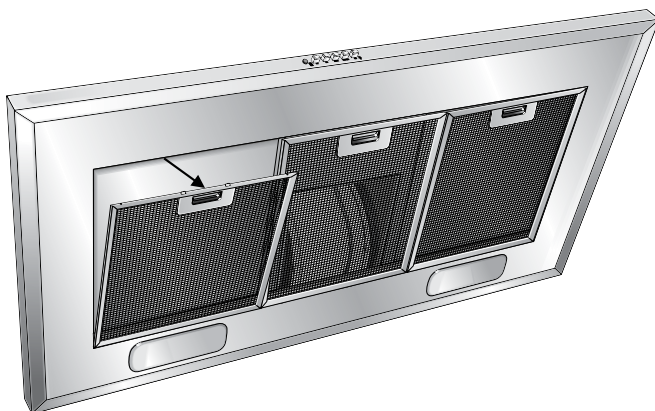

Fig. 1
- Per lo smontaggio agire sulle maniglie (Fig.1).
- To disassemble unscrew the fixing screw in the middle of the filter by means of a screwdriver. (Fig. 1)
- Pour le démonter, il faut dévisser avec un tournevis la vis de fixation au centre du filtre. (Fig. 1)